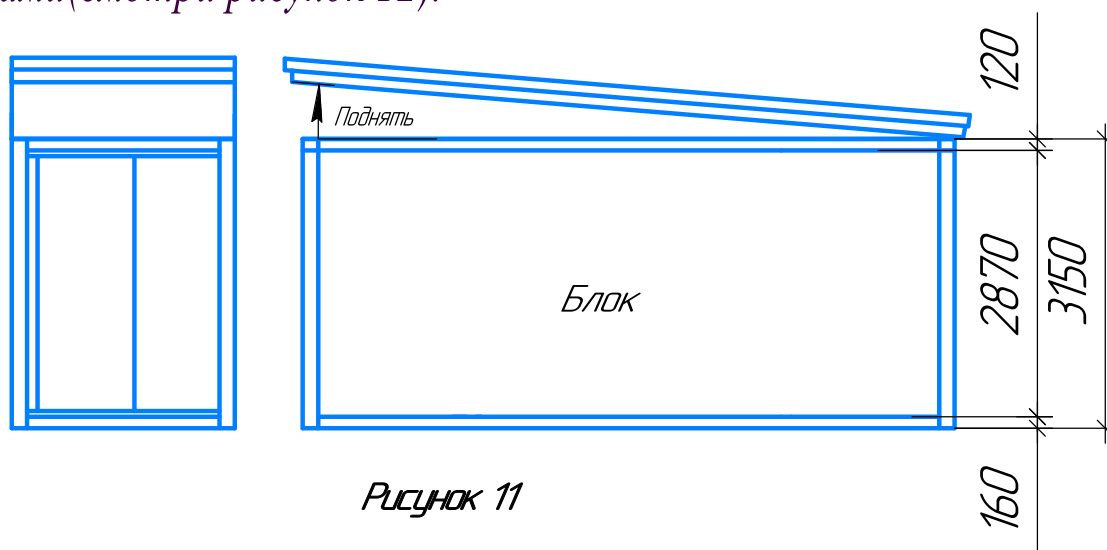

Рисунок 11
3.4.5.3 Приподнять передний край крыши за рымы рамы, установленной на крыше, и повернуть торцевую ферму в вертикальное положение, оперев её на раму потолка и закрепив болтами(смотри рисунок 11).